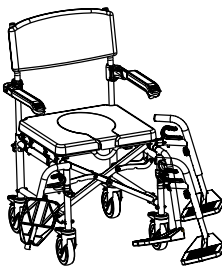

Fig.17
- Aggiungere le pedane lateralmente, poi ruotarle avanti fino a che non si bloccano (Fig.17);